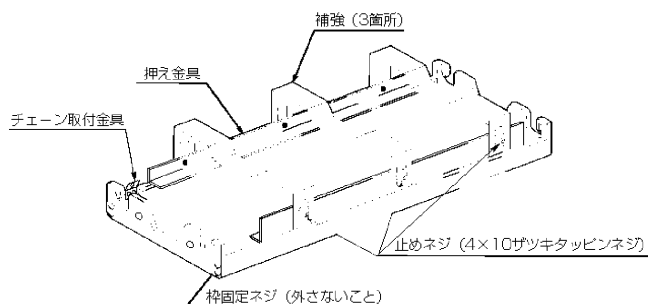

図17
- 建材の厚さが10mmを超えますと、天井材を図17のように加工してください。ただし、建材の質量は上表を参照してください。